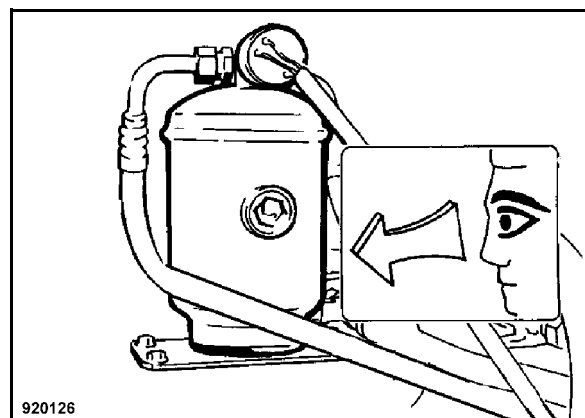

Fig. 146
- Controllare l'unità di essiccazione/raccolta (Fig. 146) per danni meccanici o tracce di ruggine.